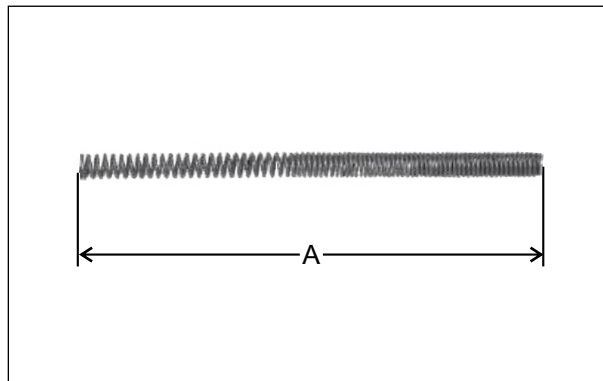

Fig. 6.39
- Meça o comprimento livre (A) da mola do garfo dianteiro. Se o comprimento for menor que o limite de uso ou há deformação na mola, substitua-a por uma nova. (Fig. 6.39)